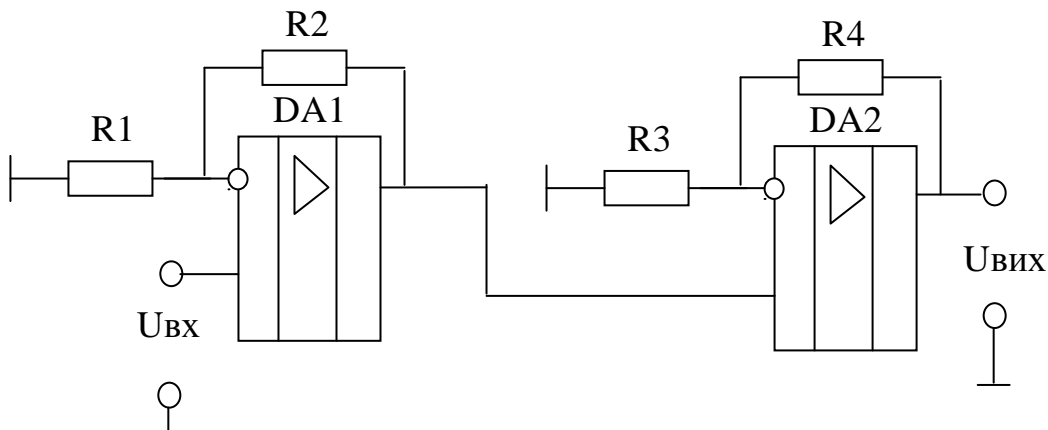

Рисунок 3.10
6. Визначити вхідний опір схеми $R_{вх}$ (рисунок 3.10) та напругу на виході $U_{вих}$, якщо напруга живлення $U_{жс} = \pm 25В$, $U_{вх} = 0.05В$, $R1 = 20кОм$, $R2 = 10кОм$, $R3 = 1кОм$, $R4 = 200кОм$, $R5 = 20кОм$, $R6 = 100кОм$.
9. Знайти напругу на вході схеми $U_{вх}$ (рисунок 3.10), якщо напруга на виході $U_{вих} = 6В$, $R_1 = 5.1кОм$, $R_2 = 510кОм$, $R_3 = 10кОм$, $R_4 = 20кОм$.